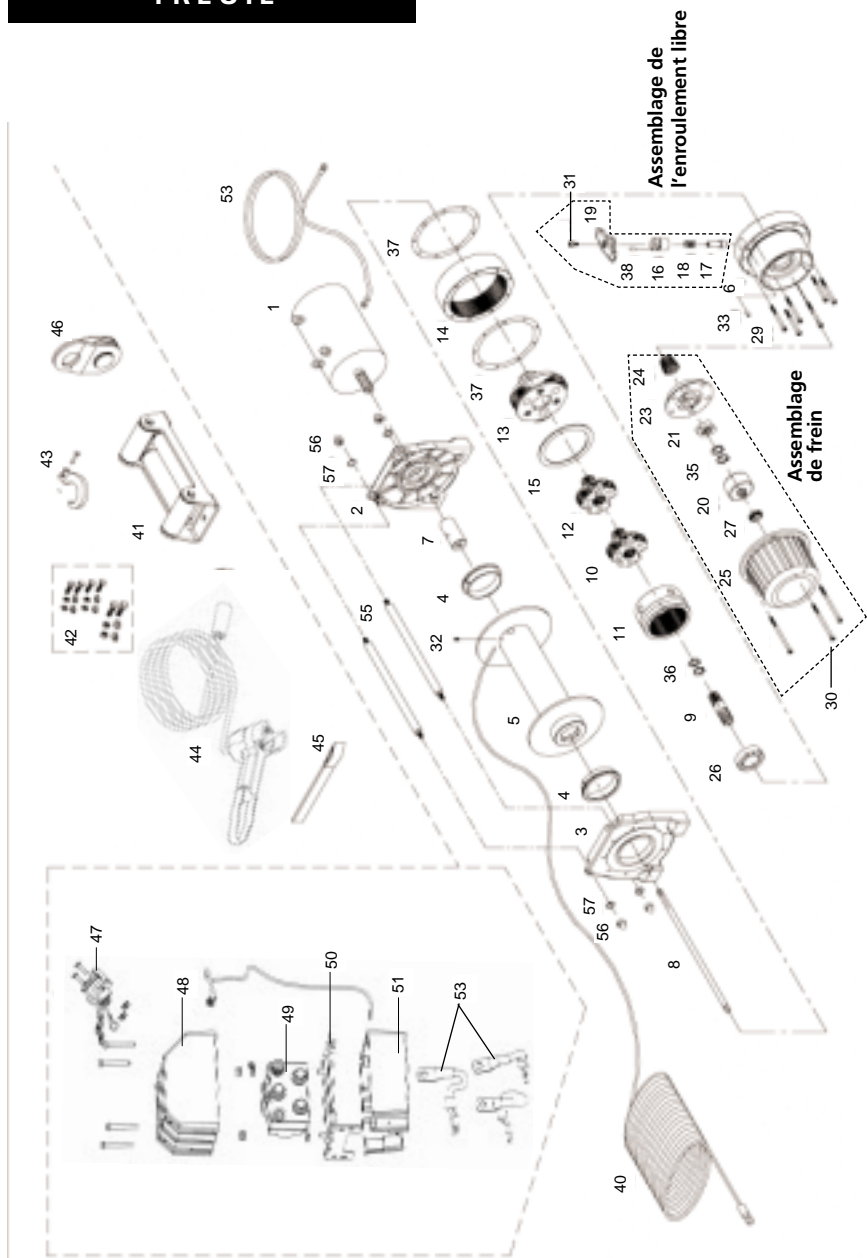

Figure 13
- 1) Desserrez les 3 boulons de retenue et retirez le carter du frein. (Ref. No.25 Figures 13 et 14)
- 2) Retirez les deux anneaux C de retenue. (Ref. No. 35 Figures 13 et 14)
- 3) Insérez des rondelles pour maintenir un écart de 0,090 po. +/-0,010 po. entre les rainures de l'anneau C et la came de commande du frein. (Ref. No. 21 Figures 13 et 14)